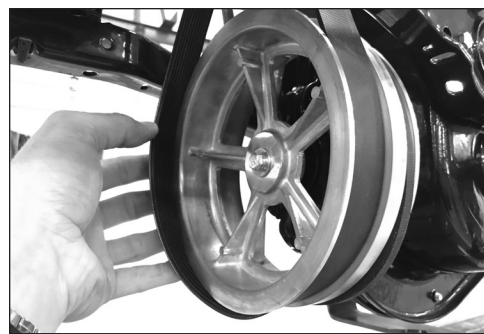

Figure 22
7. Faire tourner lentement la poulie de transmission en poussant la courroie de marche avant hors de la gorge de marche avant pour la dégager de la poulie. VOIR FIGURE 22
3. Faire tourner lentement la poulie de transmission en poussant la courroie de marche avant dans la gorge de marche avant. VOIR FIGURE 22